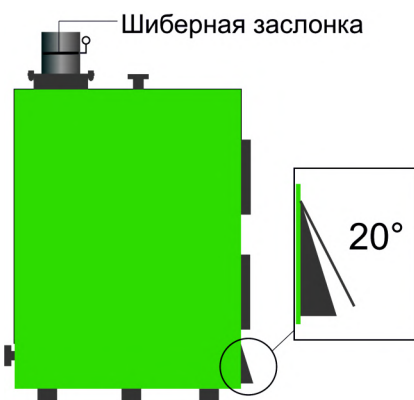
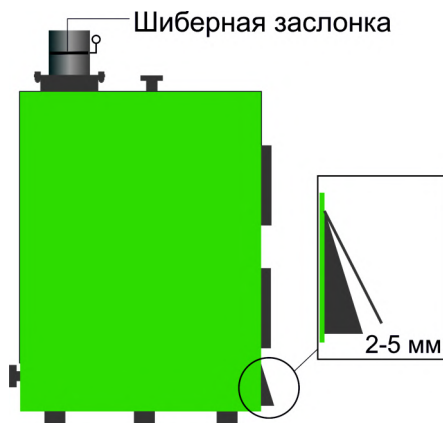

Рисунок 8.
Рисунок 10.
– после того, как воздух в отапливаемом помещении нагреется, прикрыть дверцу регулировки подачи воздуха, оставив воздушный зазор примерно — 2-5 мм (рис. 10), закрыть на половину заслонку в дымоотводящем патрубке (если шибер штормный, то выдвинуть его до риски на шторке). Таким образом будет обеспечена правильная работа Котла и соответственно максимально эффективный, экономичный, комфортный режим работы, не требующий дополнительной регулировки до тех пор, пока в топке не останется топлива менее десятой части от полной загрузки;
– если доложено больше топлива, чем находится в топке, более чем в три раза, то необходимо приоткрыть дверцу регулировки подачи воздуха под 30-45 градусов относительно вертикали (рис. 8) на 5-10 минут, пока не займется дымом, не начнет тлеть вновь заложенное топливо (чем влажнее топливо — тем дольше), после чего необходимо вернуть дверцу регулировки подачи воздуха в положение 2-5 мм зазора (рис. 10);